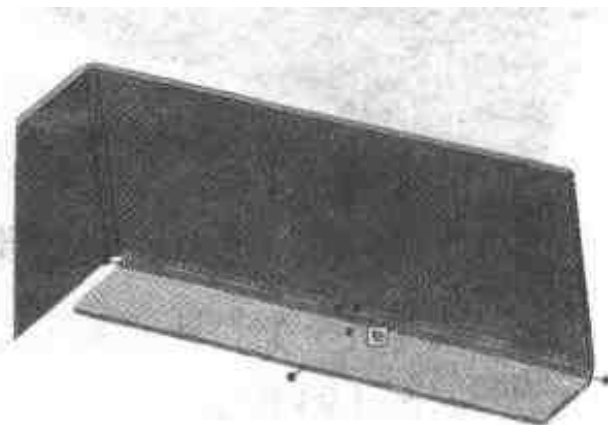

图 4.88 添加【折弯】图素
- (3) 向新生成的宽度为 66.25 的一边中心拖放一个【折弯】的弯曲图素，如图 4.88 所示。